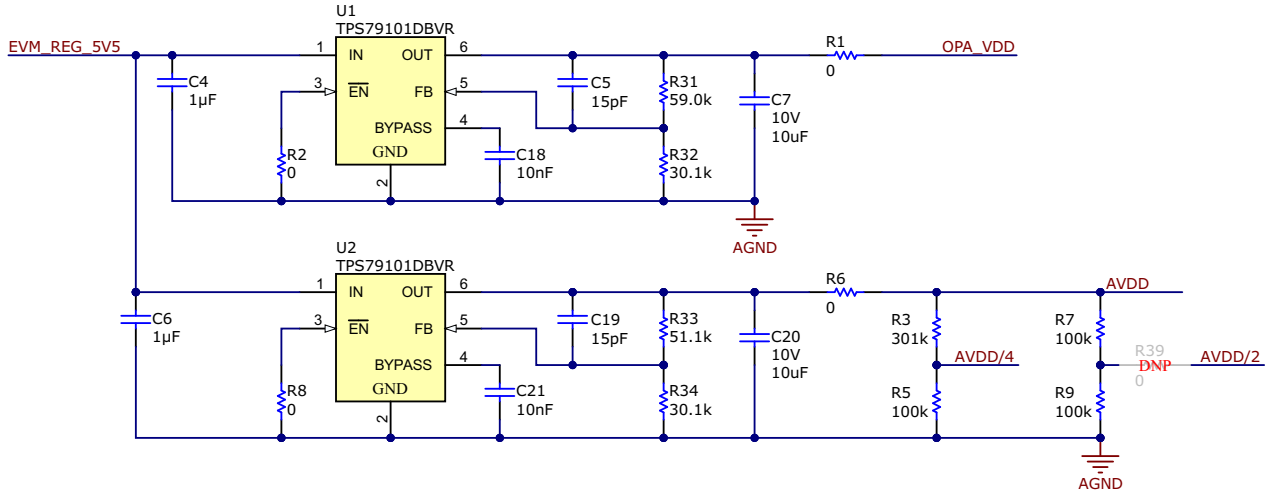
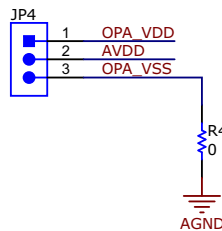
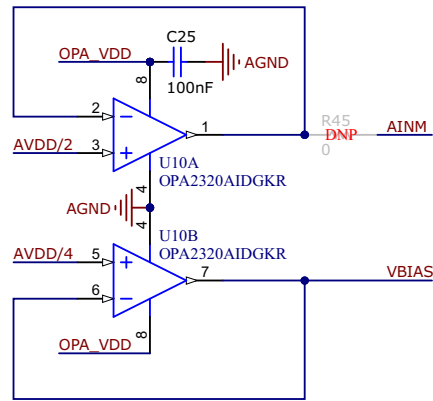
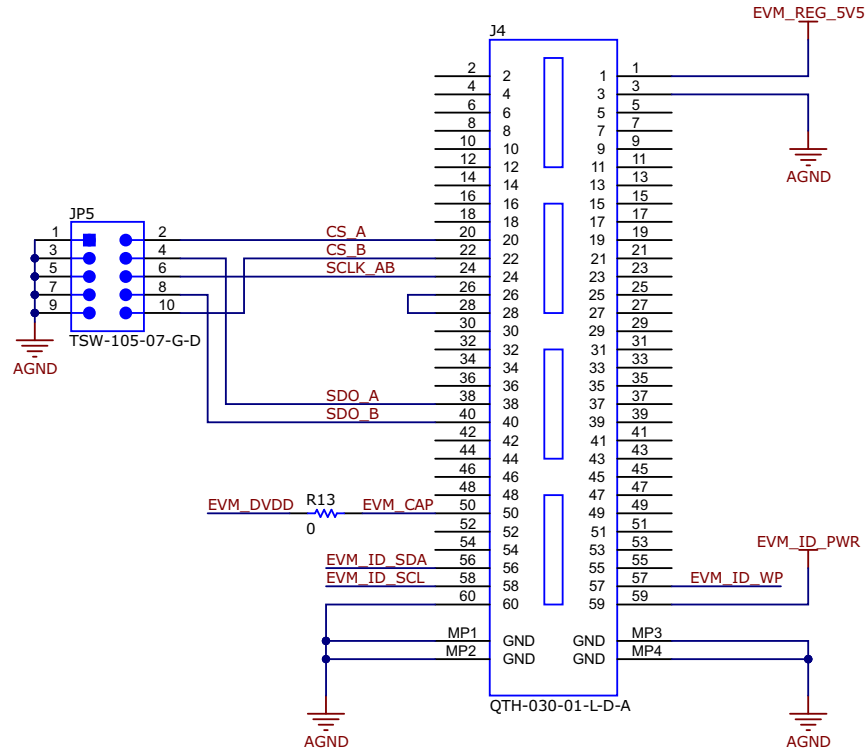

图 2-4. ADS704X-5XEVM 上的电源树
图 2-5. ADS704X-5XEVM 上的外部电源接头
图 2-6. ADS704X-5XEVM 上的缓冲放大器电路
图 2-7. ADS704X-5XEVM 上的数字通信和 PHI 连接器
EVM 的默认状态是所有电源均来自 USB 电源并由 PHI 控制器提供。3.3V ADC 数字电源电压 (DVDD) 由 PHI 通过 J4 上的引脚 50 提供 (参阅图 2-7)。PHI 还提供一个稳压 5.5V 电源轨，该电源轨馈入 EVM 上的两个 LDO。这些 LDO 为放大器 (OPA_VDD) 生成低噪声 3.6V (标称) 电源电压，为 ADC (AVDD) 生成低噪声 3.3V (标称) 模拟电源电压。图 2-4 显示了 ADS704X-5XEVM 上使用的两个 LDO 电路。
在图 2-4 中，顶部 LDO (U1) 具有由电阻器 R31 和 R32 设置的可调输出，而底部 LDO (U2) 具有由电阻器 R33 和 R34 设置的可调输出。如果需要不同的 OPA_VDD 或 AVDD 电压，请修改这些电阻值。在修改电源时，确保所有元件的输入、绝对和共模电压限制在数据表限制范围内。有关如何为特定输出电压选择电阻值的更多信息，请参阅 LDO 数据表。
如果需要外部电源，请移除图 2-4 中的电阻器 R1 和 R6，以断开两个 LDO 与电源电路的连接。然后可以使用图 2-5 中的连接器 JP4 为 OPA_VDD、AVDD 和 OPA_VSS 提供直接电源。
如果 OPA_VSS 连接到 AGND 以外的任何电压，请移除图 2-5 中的 R4，并按照图 2-2 中的说明更换 R43 和 R44。如果 OPA_VSS 被修改，另一个重要的考虑因素是，图 2-6 中缓冲放大器上的 V- 输入 (引脚 4) 硬连线到 AGND，因此当 OPA_VSS 上的电压改变时，V- 输入不受影响。
图 2-6 中的缓冲放大器可防止 AVDD/4 电阻分压器 (R3 和 R5) 加载放大器输入，并防止 AVDD/2 电阻分压器 (R7 和 R9) 加载 ADC 输入 (参阅图 2-4)。根据节 2.1.1，VBIAS 为两个信号路径设置驱动放大器共模电压。仅当图 2-2 中的 U3 或 U5 装有 ADS7043 时才需要 AINM。该特定 ADC 具有伪差分输入，需要将 AINM 引脚设置为 $AVDD/2 \pm 100mV$ 。
- 使用 0Ω 电阻器填充图 2-4 中的 R39
- 使用 0Ω 电阻器填充图 2-6 中的 R45
ADS704X-5XEVM 支持的所有 ADC 在模式 1 (CPOL = 0，CPHA = 1) 下使用 SPI 串行通信。由于串行时钟 (SCLK) 频率可高达 60MHz，ADS704X-5XEVM 在 SPI 信号之间提供 49.9Ω 电阻，以确保信号完整性 (参阅图 2-2)。通常，在高速 SPI 通信中，快速信号边沿会导致过冲；这些 49.9Ω 电阻会减慢信号边沿速率，以更大幅度减少信号过冲。JP5 提供测试点来测量数字信号，如图 2-7 所示。